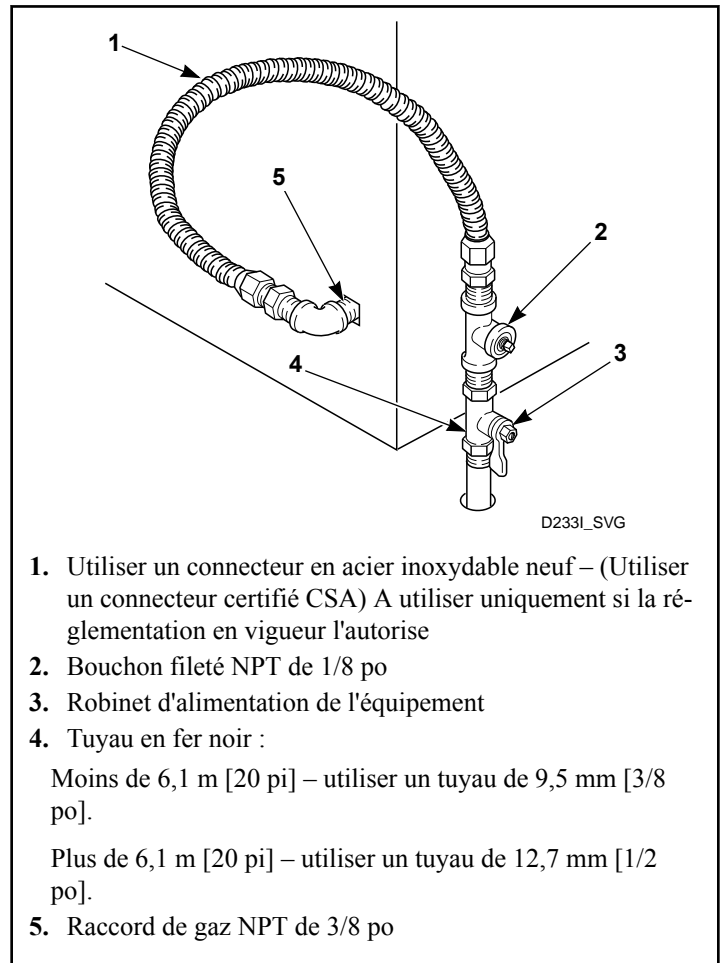

Figure 9
**REMARQUE : Lors du raccordement d'une sècheuse à la conduite d'alimentation en gaz, on doit munir la conduite d'un robinet d'arrêt de gaz à une distance de 1,8 m [6 pieds] ou moins de la sècheuse comme stipulés par les dispositions du code américain relatif au gaz combustible (National Fuel Gas Code), à la norme ANSI Z223.1/NFPA 54 ou au code d'installation de systèmes au gaz naturel ou au propane canadien CSA B149.1. Poser un bouchon fileté de 1/8 po N.P.T. comme indiqué sur l'illustration. Voir la Figure 9 .**